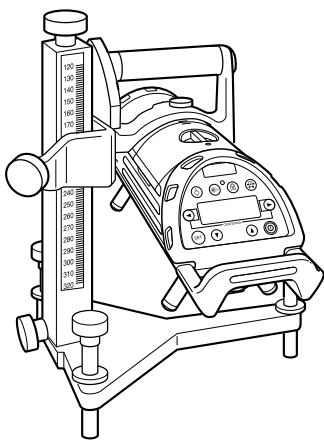
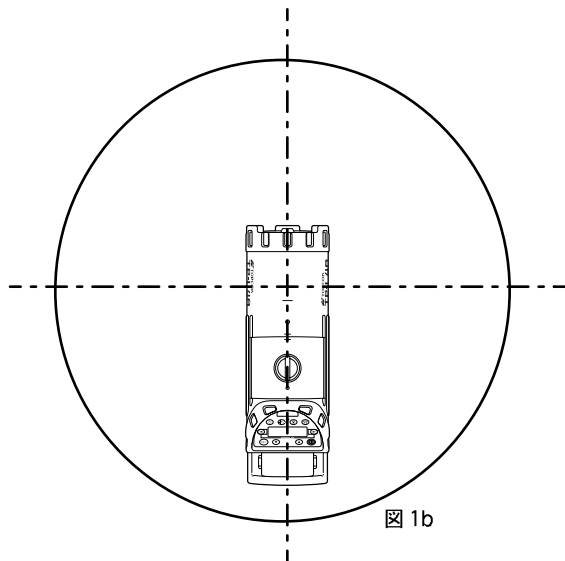

図 1a
図 1b
- 1 本機をトリベットスタンド(別売付属品)に取り付け(図 1a)、マンホールの中心に設置します。(図 1b)